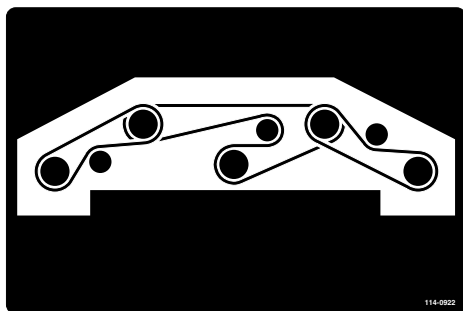

図 84
6. 図のように、スピンドルプーリとアイドラプーリに新しいベルトを回しかける (図 84)。